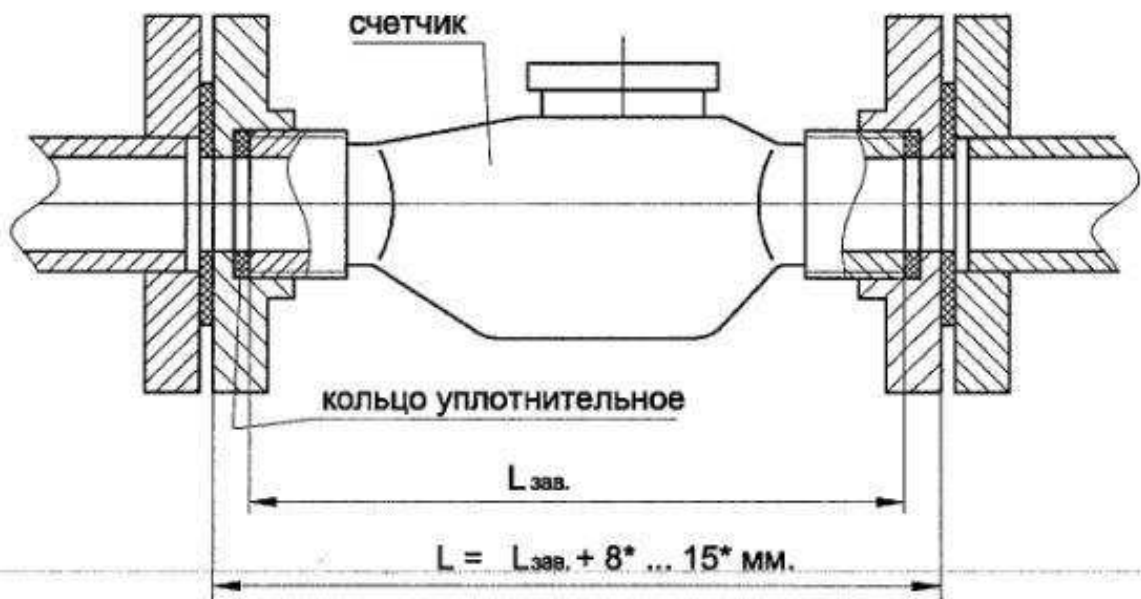

Рис. 26
L - монтажная длина счетчика (рис. 26, 27).
- L₁, L₂ - монтажная длина счетчика (см. прил. 1, рис. 26 ... 28);